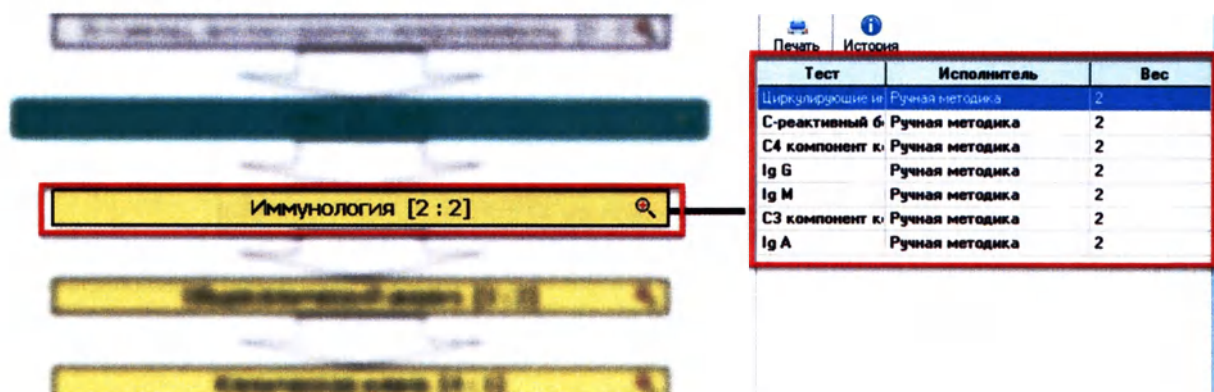

Рисунок 4.4
1. Выберите блок с интересующим подразделением, щелкнув по нему левой кнопкой мыши (Рисунок 4.4).